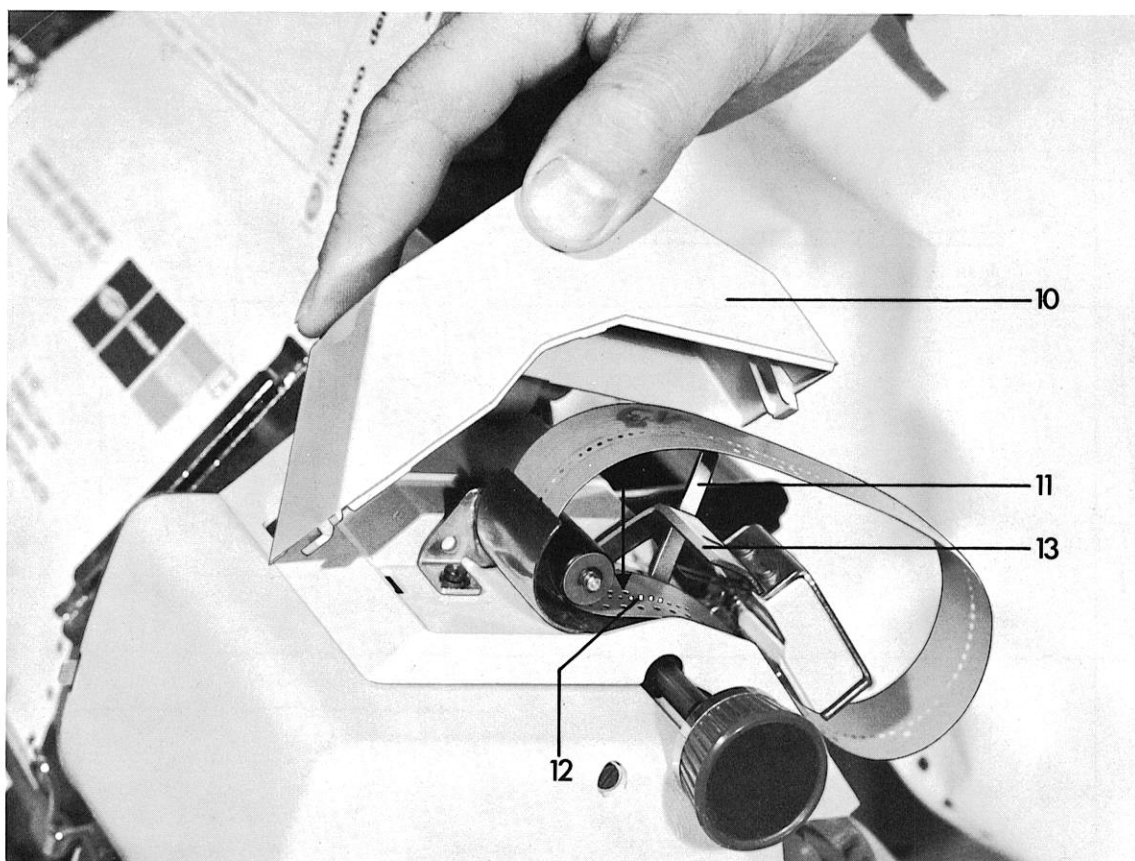
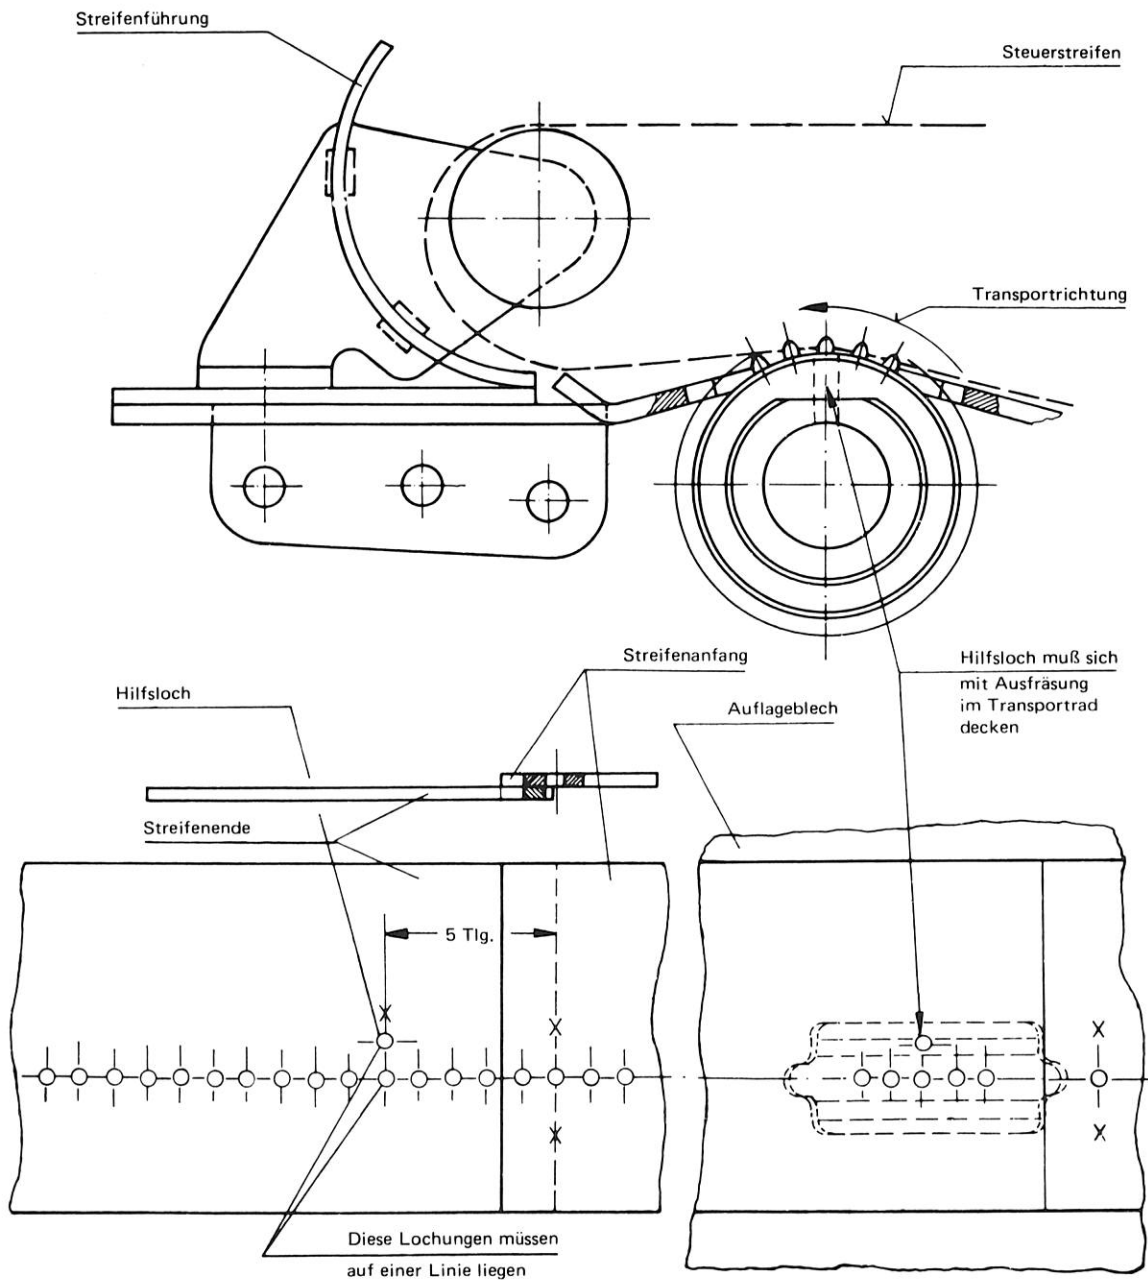

Abb. 12 EF ohne Abdeckung, mit Steuerstreifen
Abb. 13 Steuerstreifenverlauf in der EF
- 11) Auslösehebel (s. Abb. 12)
- 12) Steuerstreifentransportrad (s. Abb. 12)
- 13) Führungsbügel (s. Abb. 12)
Auslösehebel (11) Abb. 12
4.9.9 Einlegen des Steuerstreifens (Abb. 12, 13)
- Abdeckung (10) Abb. 12 nach oben aus der Rasterung abheben (s. auch Innenseite der Abdeckung)
- Auslösehebel (11) Abb. 12 nach hinten drücken
- Einlegen des Steuerstreifens (s. dazu Abb. 13).
Im Steuerstreifentransportrad (12) Abb. 12 sind neben den Transportstacheln rechteckige Aussparungen (Pfeil) angebracht, die in Höhe der Spur 4 liegen. Beim Einlegen des Steuerstreifens ist darauf zu achten, daß das Hilfsloch der Spur 4 (s. Anhang Abb. 13) im Steuerstreifen mit einer dieser Aussparungen im Transportrad zur Deckung gebracht wird.
- Führungsbügel (13) Abb. 12 auf den eingelegten Steuerstreifen mit rechten Daumen niederdrücken.
- Abdeckung (10) Abb. 12 aufsetzen und durch vertikalen Druck einrasten lassen.
- 16) Auslösehebel (s. Abb. 12)
- 17) Führungsbügel (s. Abb. 12)
- 18) Steuerstreifentransportrad (s. Abb. 12)
Das **Einlegen des Steuerstreifens** ist in Pkt. 4.9.9 beschrieben, siehe dazu Abb. 12 und Abb. 13.